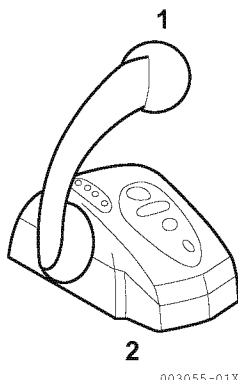

Figura 1
3. Portare la leva di controllo sul quadro di comando (2, **Figura 1**) in (1, **Figura 1**) posizione N (Folle).